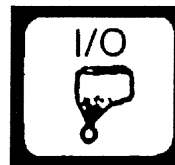

fig.7
4.2.7 Uitvalbewaking voor de meststrooieraandrijving (fig.7)